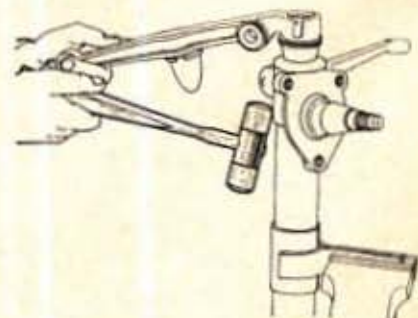

Fig. 152. — Dégagement de la rotule de son cône
- Désaccoupler le bras AV du bras AR (fig. 152).